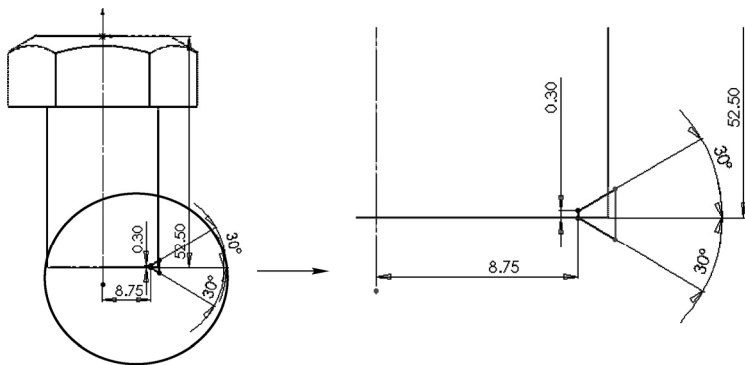

图 7-31 绘制草图
**02** 绘制螺纹草图。单击“草图”控制面板中的“直线”按钮和“中心线”按钮, 绘制切除轮廓, 并标注尺寸, 如图 7-31 所示。然后单击绘图区右上角的“退出草图”按钮.